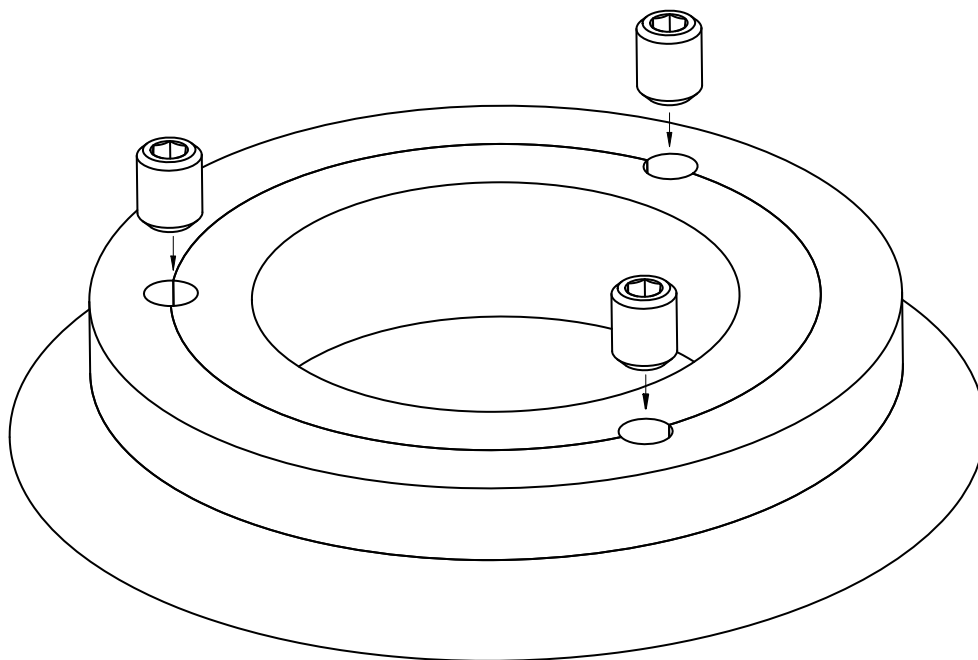

Figure 11: Blocage de la bague d'usure.
- 4 Les deux bagues d'usure doivent ensuite être fixées. Percez 3 trous de 5 mm Ø, 9 mm de profondeur, sur la soudure entre la roue et la bague d'usure et entre le corps de pompe et la bague d'usure. Coupez ensuite le filet de la vis M6 (voir figure 11).